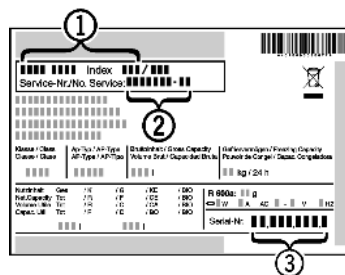

Fig. 14
- Relever la désignation de l'appareil Fig. 14 (1), le n° de service Fig. 14 (2) et le n° de série Fig. 14 (3) sur la plaquette signalétique. Cette plaquette se trouve sur la paroi intérieure gauche de l'appareil.
- Informer le S.A.V. et lui communiquer la panne, la désignation de l'appareil Fig. 14 (1), le n° de service Fig. 14 (2) et le n° de série Fig. 14 (3).